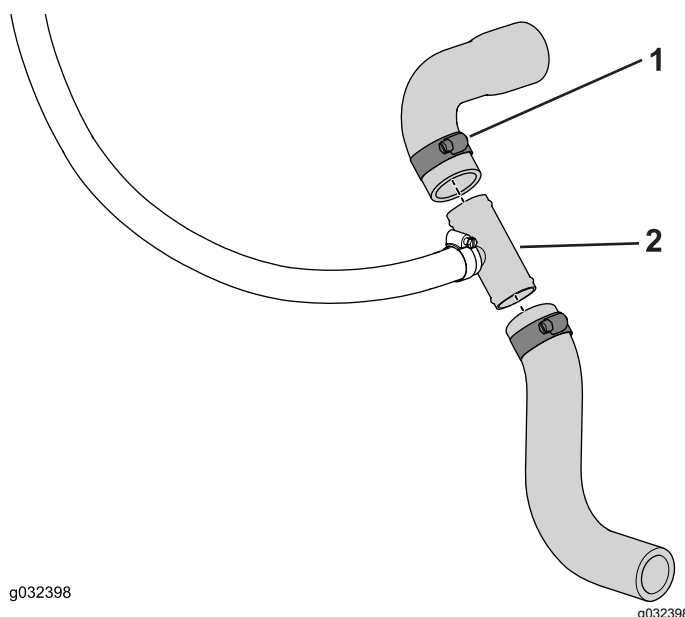

Figura 11
3. Deslize as extremidades cortadas por cima da união em T e prenda-as com a braçadeira de tubos (3/4 pol. a 1 1/2 pol.), conforme indicado na Figura 11.